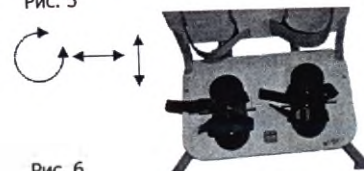

Рис. 6
2) Регулировка положения стоп (рис.6)